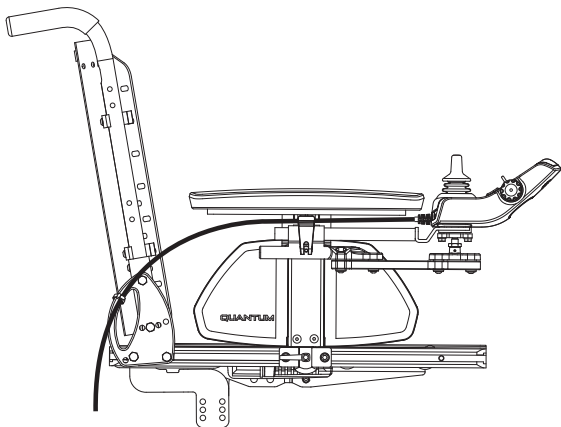

Bild 7. Verlegung des Controller-Kabelbaums auf einem TB-Flex-Sitz
- Positionieren Sie die Ankerpunkte für die hinteren Sicherheitsgurte direkt hinter den hinteren Sicherungspunkten des Elektrorollstuhls. Die vorderen Sicherheitsgurte müssen an Ankerpunkten am Boden befestigt werden, deren Abstand die Breite des Elektrorollstuhls übertrifft. Dadurch wird eine höhere Seitenstabilität erreicht. **Siehe Bild 7.**